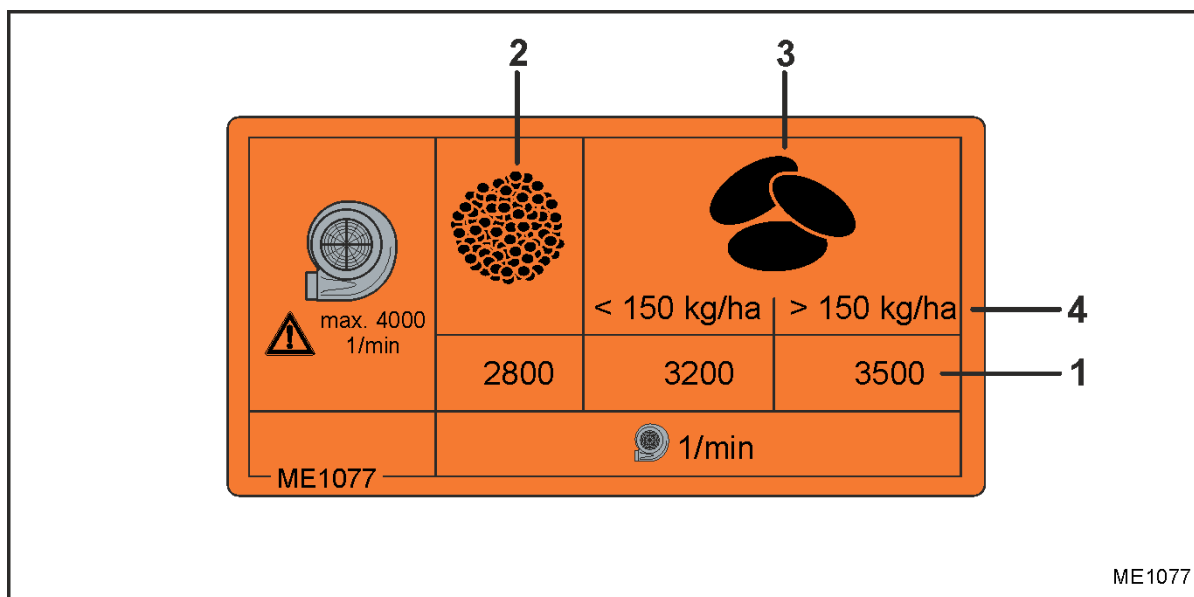

Рис. 49
Требуемая частота вращения вентилятора (Рис. 49/1) зависит от посевного материала:
- мелкий посевной материал (Рис. 49/2), например, рапс или семена трав;
- зерновые или бобовые (Рис. 49/3), а также от нормы высева (Рис. 49/4).
Посевной материал:зерновые (Рис. 49/3)
Норма высева: 130 кг/га (Рис. 49/4)
Необходимая частота вращения вентилятора (Рис. 49/1): 3200 об/мин.